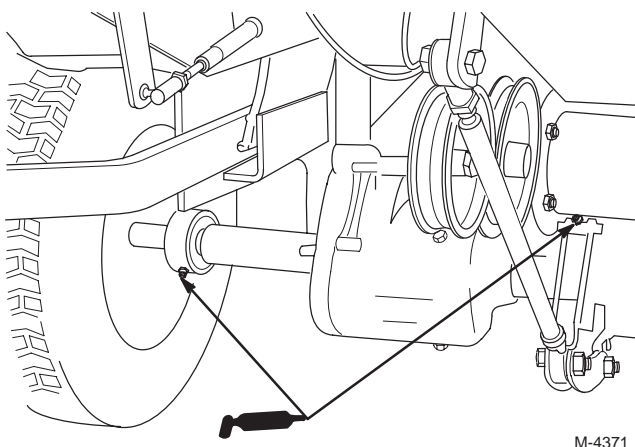

Figure 24
3. Graissez les roulements d'essieux (Fig. 24).